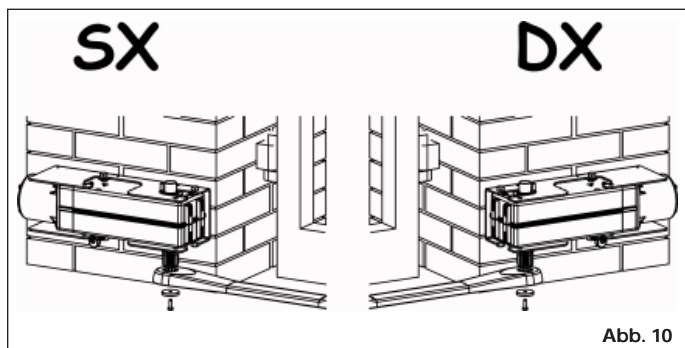

Abb. 10
- Den geraden Hebel des Gelenkarms in die Welle des Getriebemotors einstecken und mit der mitgelieferten Schraube und Unterlegscheibe befestigen (Abb. 10).
- Die Schutzabdeckung auf dem Operator anbringen (Abb. 10).